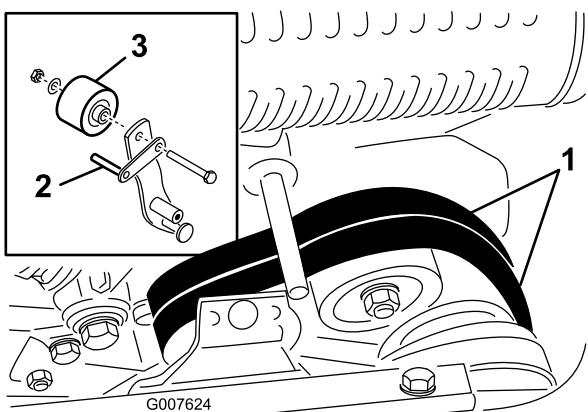

Figura 34
8. Per spingete o tirate la macchina più agevolmente senza avviare il motore, regolate il guidacinghia (Figura 34, inserto) come segue.